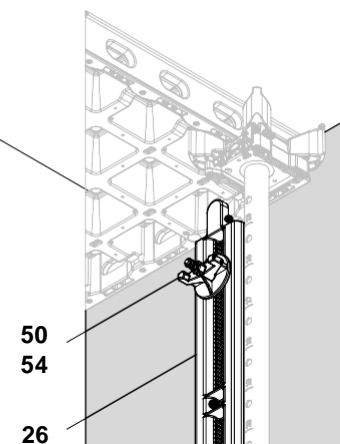

Fig. D1.05a
2. Поставете държача DUO 82 (26) на шпилката с щифтовете нагоре и плоската страна към стената. (Fig. D1.05a)